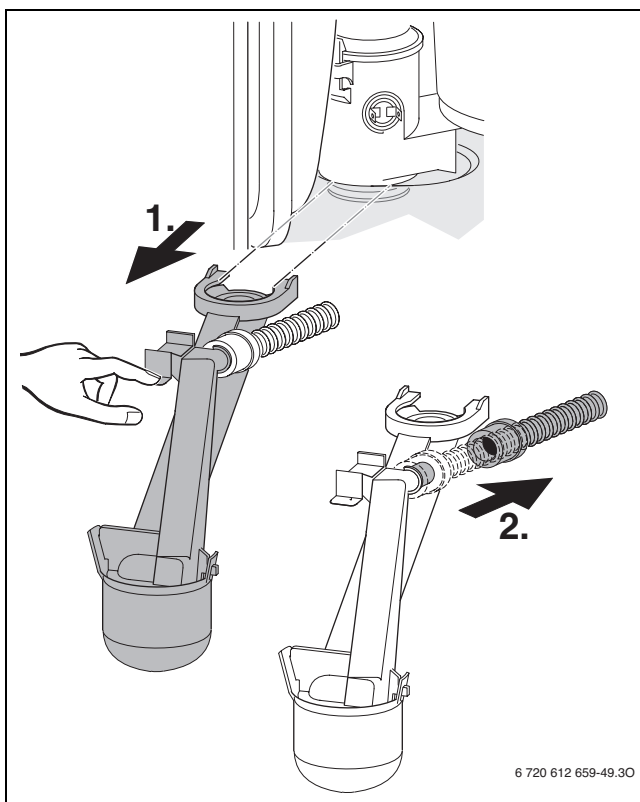

Fig. 75
- ▶ Smontare il sifone di scarico condensa (≠ fig. 75), per evitare fuoriuscite di liquidi posizionare un recipiente sotto il sifone.